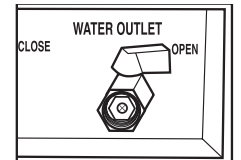

Fig. 2
3. Enjuague cuidadosamente la cuba, luego vacíela, abriendo la válvula de desagüe ("WATER OUTLET"), accesible cuando el panel de puerta está abierto (Fig. 2)